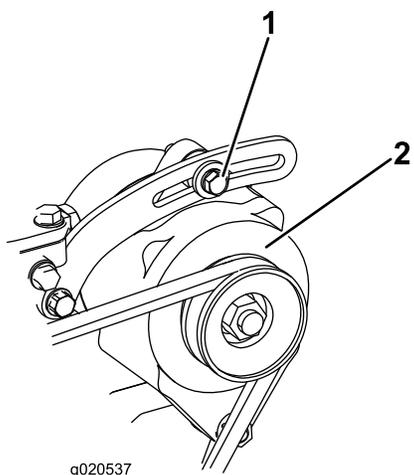

図 99
1. たわみが 10 mm でない場合には、オルタネータ取り付けボルトをゆるめる **図 99**。